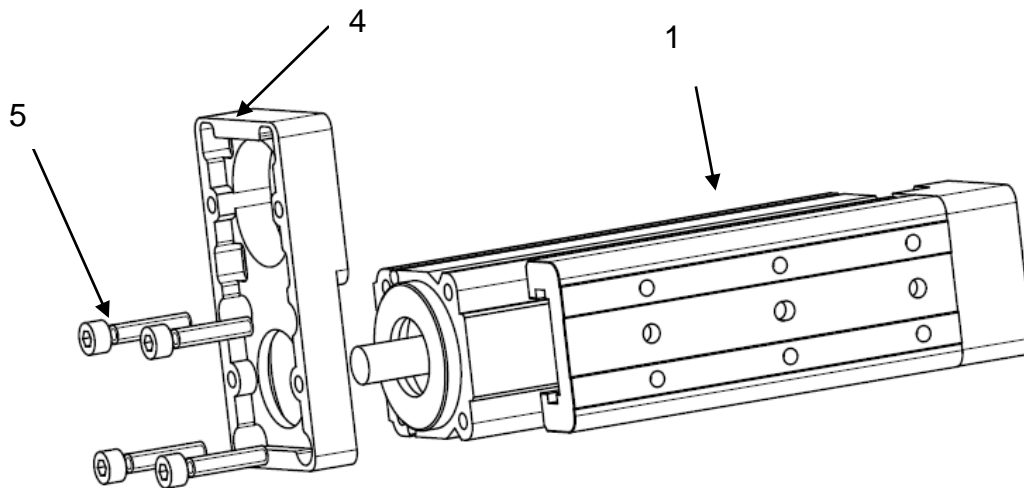

Рисунок 13 – Монтаж корпуса на модуль.
1) смонтировать корпус монтажного комплекта (поз. 4) на модуль (поз. 1) (см. рисунок 13). Закрепить корпус (поз. 4) с помощью винтов (поз. 5). Все резьбовые отверстия должны быть зафиксированы при помощи среднего фиксатора А1042 или аналог;